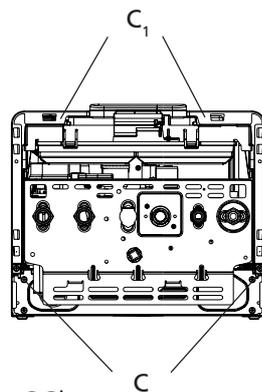

Fig. 3.3b
- togliere il mantello svitando le viti di fissaggio (C) (fig. 3.3b)